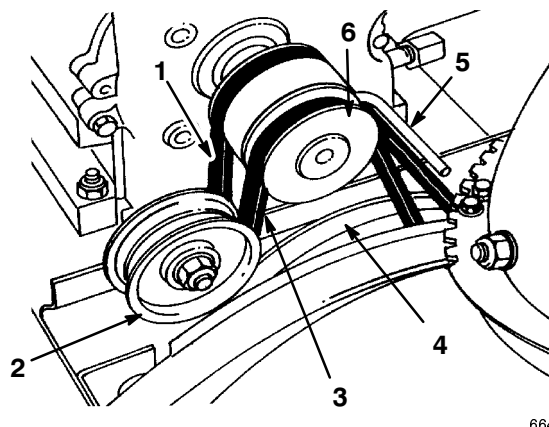

Figure 22
1. Vis (2)
4. Desserrez le guide-courroie (Fig. 22).
5. Retirez la courroie de tarière/roue hélice de la poulie du moteur et de la grande poulie de tarière/roue hélice (Fig. 22).
10. Enlevez la courroie de commande de traction de la poulie moteur et de la grande poulie de traction (Fig. 22).
12. Passez la courroie sur la poulie moteur, en veillant la faire passer sous le guide-courroie (Fig. 22).
17. Placez la courroie de tarière/roue hélice sur la grande poulie de tarière/roue hélice et la poulie moteur, en veillant la faire passer sous la poulie folle et le guide-courroie (Fig. 22).
Si la courroie d'entraînement de tarière/roue hélice (Fig. 22) est usée, imbibée d'huile ou endommagée de quelque autre manière, remplacez-la par une courroie neuve. Vous pouvez acheter une courroie neuve chez votre concessionnaire Toro agréé.
3. Desserrez le guide-courroie (Fig. 22).
4. Retirez la courroie de tarière/roue hélice de la poulie du moteur et de la grande poulie de tarière/roue hélice (Fig. 22).
5. Passez la courroie neuve autour de la grande poulie de tarière/roue hélice (Fig. 22).
6. Passez la courroie sur la poulie moteur, en veillant à faire passer sous la poulie folle et le guide-courroie (Fig. 22).